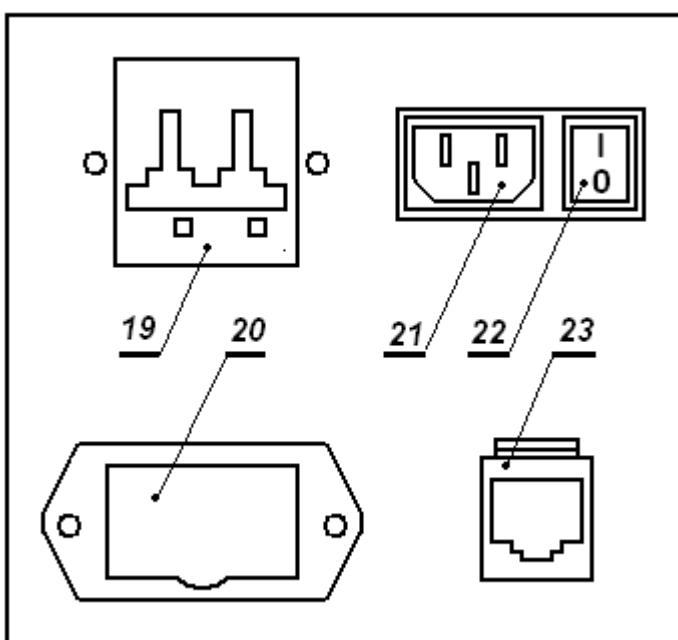

Рис.3. Панель управления электропитанием изделия
- 4.7 На правой боковой стороне блока электроники (рис.3) размещена панель с элементами управления электропитанием изделия: